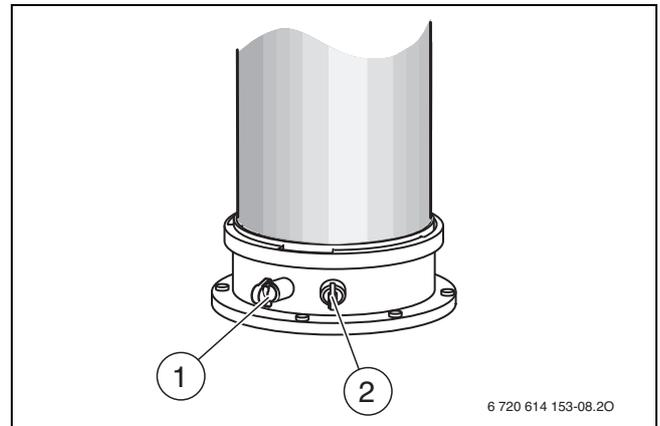

Bild 49 Abgasmessstutzen und Verbrennungsluft-Messstutzen
- ▶ Stopfen am Verbrennungsluft-Messstutzen (→ Bild 49, [2]) entfernen.
- ▶ Stopfen am Abgasmessstutzen (→ Bild 49, [1]) entfernen.